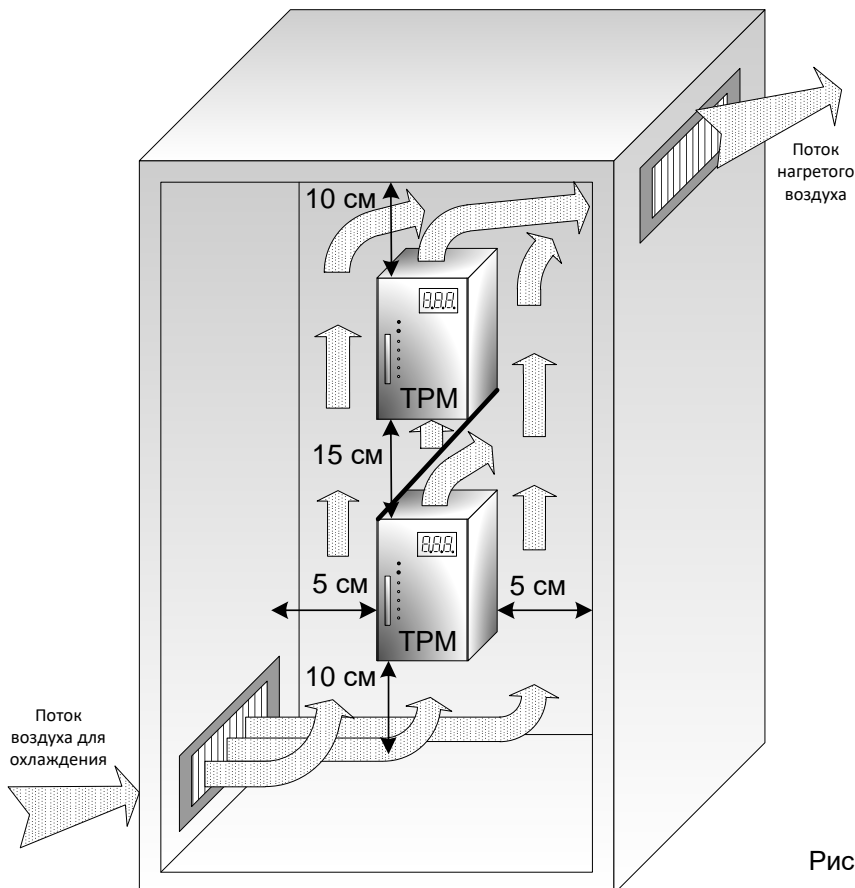

Рис. 9
- Во избежание перегрева и повреждения регулятора, следуйте рекомендациям по установке (см. рис. 9).